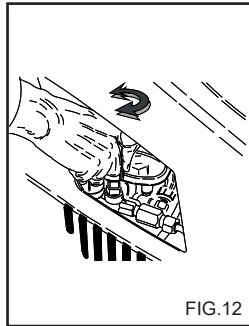

FIG.12
Det här kapitlet innehåller bara de modeller som är försedda med tryckregulator. Med tryckregulatorn fig. 12, kan operatören ställa in arbetstrycket. Drifttryck minskar då ratten C vrids motsols mot (B) (minimum).